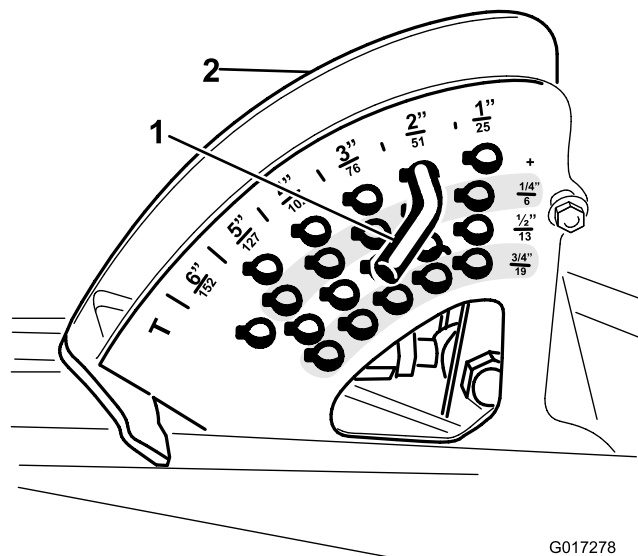

图 5
3. 为了进行安装应留意剪草高度销在剪草高度支架中的位置 图 5。从剪草高度支架取下剪草高度销。
- 将剪草高度销按照所需剪草高度装入剪草高度支架图 5。